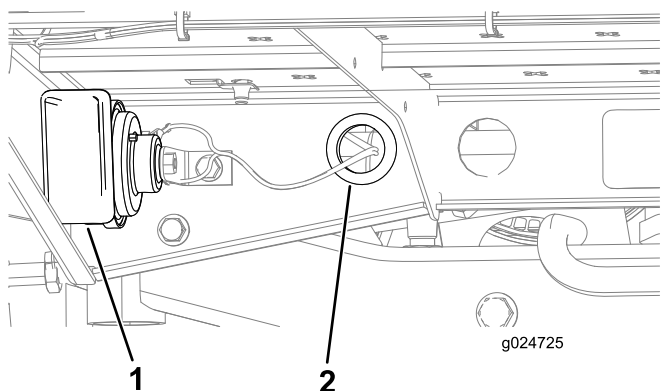

Figure 30
1. Acheminez le faisceau de câblage jusqu'à l'avertisseur sonore en le faisant passer par le passe-câble situé dans le trou de la plate-forme d'angle arrière (Figure 30).